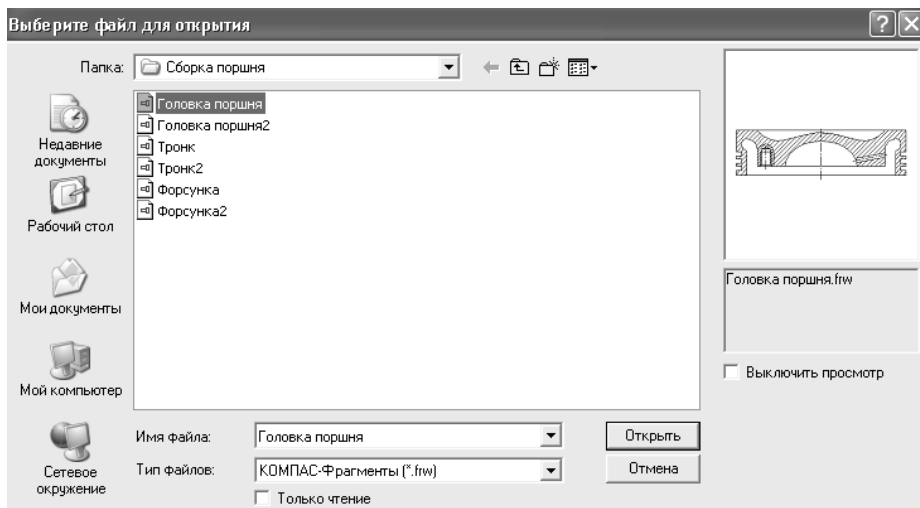

Рис. 3.78
3. Алгоритм сборки в файле с расширением fgrw. На инструментальной панели нажмите кнопку **Открыть**. Найдите папку **Сборка поршня**, которая была создана ранее, и откройте файл **Головка поршня** (рис. 3.78).